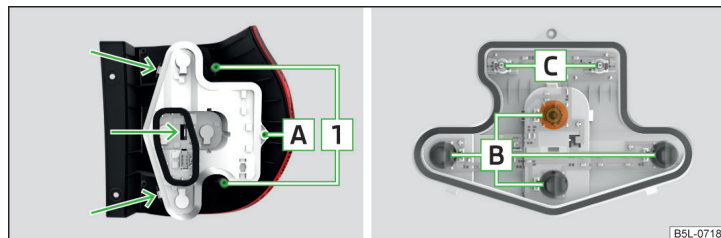
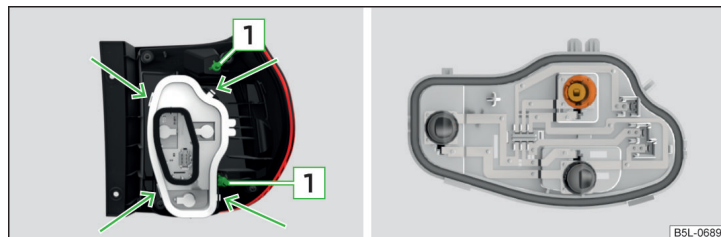

Fig. 194 Parte interior de la lámpara: lámpara ambiente
Fig. 195 Parte interior de la lámpara: lámpara con diodos LED
- Introduzca presionando con cuidado la lámpara en la carrocería de tal manera que los pernos **1** » fig. 194 de la página 225 y » fig. 195 de la página 225 de la lámpara encajen en los alojamientos de la carrocería.
- Con la llave del equipo de herramientas a bordo, destornille el tornillo de fijación **A** » fig. 194.
- Desbloquee el portalámparas en las bridas de enclavamiento señaladas con las flechas » fig. 194 - **A** y extraiga el portalámparas de la luz.
- Desbloquee el portalámparas en las bridas de enclavamiento señaladas con las flechas » fig. 195 -  y extraiga el portalámparas de la luz.
- Gire la bombilla respectiva » fig. 195 hasta el tope **en sentido contrario** al de las agujas del reloj y extraícala del portalámparas.